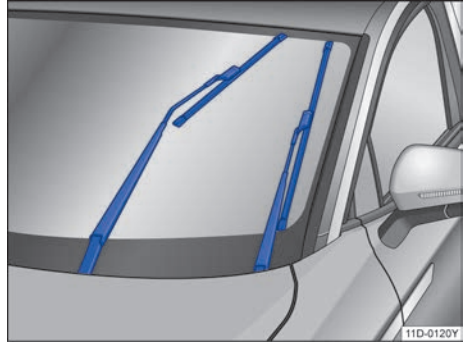

图 151 处于维护位置的刮水片
- 将风窗玻璃刮水器拨杆向上拨至点动刮水位置。使刮水器处于维护位置→图 151。